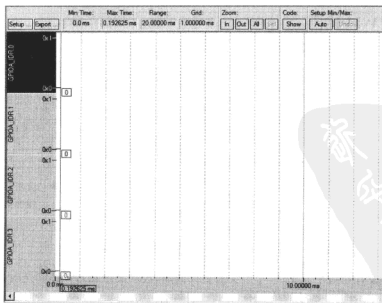

图 5.12.6 软件逻辑分析仪主界面 2
③ 单击 Setup Logic Analyzer 右上角的 New(Inser)按钮(红色的叉左边的小虚线框),进行 Logic Analyzer 信号来源的设置。本小节要跟踪的是 TIM2 的 4 个输出通道,故添加 4 个信号源,名称分别为:GPIOA_IDR. 0、GPIOA_IDR. 1、GPIOA_IDR. 2 和 GPIOA_IDR. 3。设置好后单击 close,此时 Logic Analyzer 主界面如图 5.12.6 所示。